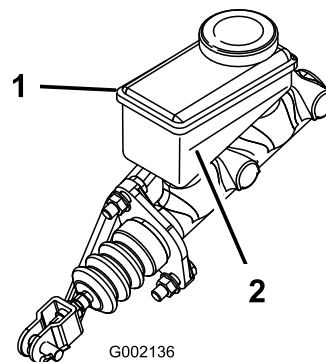

Figure 14
3. Observez le repère de niveau sur le côté du réservoir (Figure 14).
- B. Versez du liquide de frein DOT 3 dans le réservoir jusqu'à ce que le niveau dépasse le repère minimum (Figure 14).
- Placez l'obturateur en caoutchouc au sommet du tableau de bord (Figure 14).